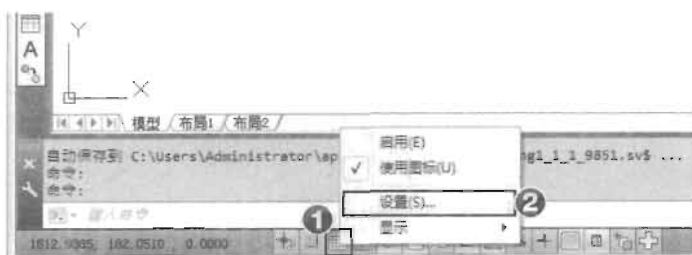

图 11-3
(1) 鼠标右键单击状态栏中的“栅格捕捉”按钮,在弹出的菜单中选择“设置”命令,如图 11-3 所示。